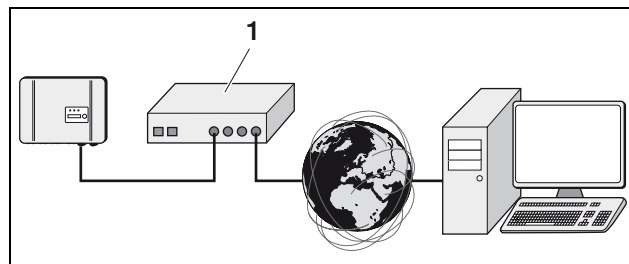

Figura 7: richiesta dei dati di potenza con un computer mediante connessione DSL
- Oppure collegando l'inverter ad un router DSL e registrando il router presso un servizio DDNS. Sul router configurare un inoltro porta per l'inverter. L'inverter è accessibile pertanto via Internet con il nome di dominio predisposto dal servizio DDNS. È possibile collegarsi all'inverter con un computer o con un telefono cellulare con accesso a Internet (vedi figura 7).